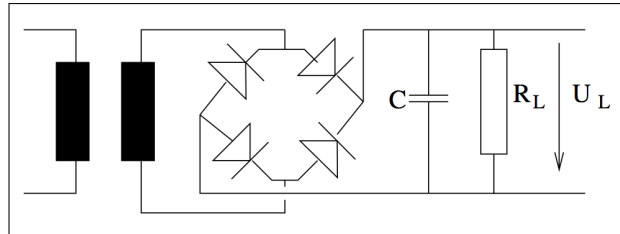

Abbildung 4.18: Vollwellengleichrichter
- Beim **Vollwellengleichrichter** werden beide Halbwellen benutzt. Die Pausen zwischen den Spannungsspitzen sind kürzer, es benötigt einen halb so grossen Kondensator, aber es geht doppelte Diodendurchlassspannung verloren. Schaltkreis siehe Abb. 4.18